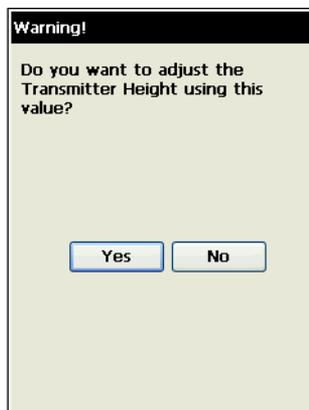

Abbildung A-12. Anpassen der Laserhöhe
3. Tippen Sie auf **OK** und anschließend im Fenster **Warning** auf **Ja**, um die Laserhöhe mithilfe der Ergebnisse anzupassen (Abbildung A-12). Der Offset wird automatisch zur Laserhöhe addiert.